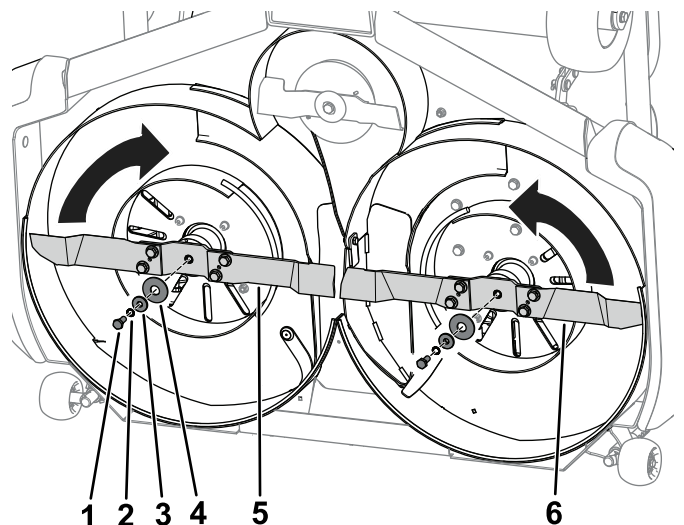

Рисунок 2
2. Используйте детали, снятые ранее при выполнении процедуры снятия бокового ножа в сборе (болты, пружинные стопорные шайбы и изогнутые шайбы), а также проставки, чтобы установить ножи в сборе на соответствующих сторонах (Рисунок 2).